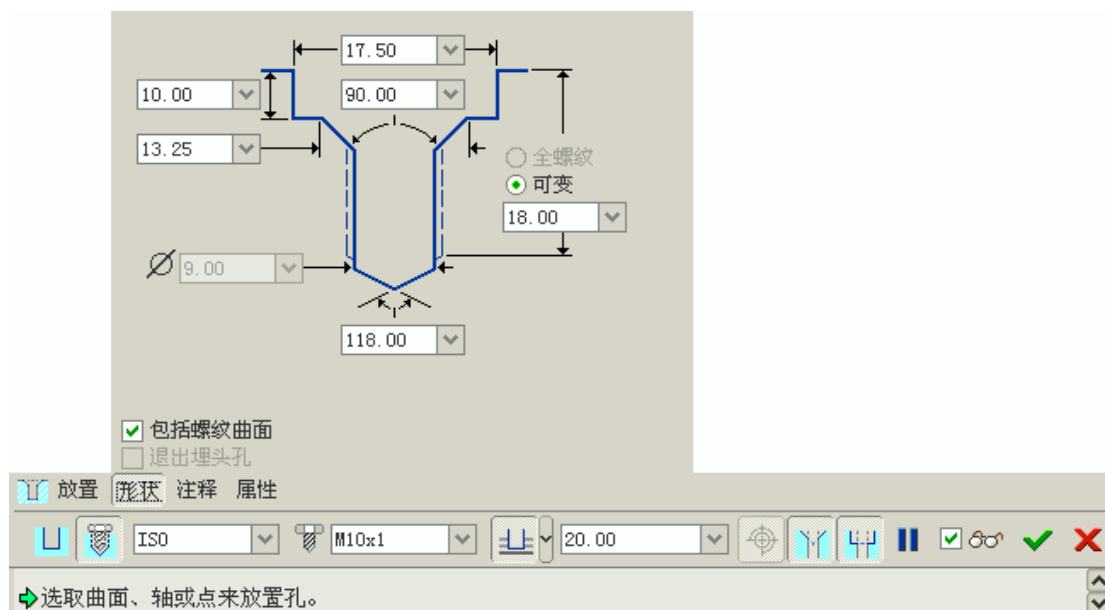

图 11-3
- (1) 单击菜单【插入】 【孔】选项，或单击  按钮，打开孔特征操控板。
- (2) 单击  按钮，以建立标准孔，其它参数设定如图 11-3 所示。